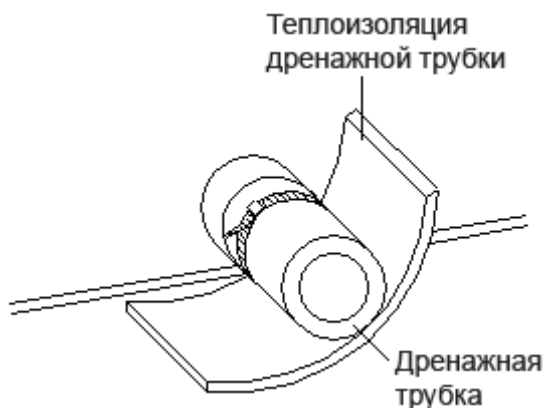

Рис.10: Теплоизоляция дренажной трубки
- Дренажная трубка должна иметь наклон 5-10 градусов наружу вниз, чтобы облегчить стекание воды. Трубка и место ее соединения с внутренним блоком должны быть покрыты теплоизоляцией, чтобы на ее поверхности не конденсировалась влага (рис. 10)